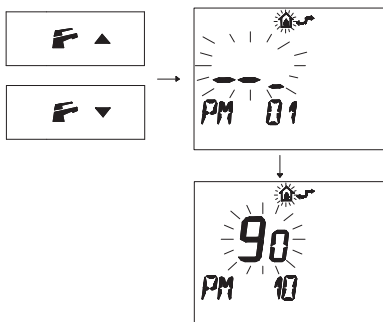

Figura 5.50
- Pulse los botones o para visualizar la programación "PM10", de selección de la frecuencia de encendido (Figura 5.50).
En la Figura 5.50 se muestra un punto de consigna programado de 90, equivalente a un tiempo de reencendido de aproximadamente 3 minutos.